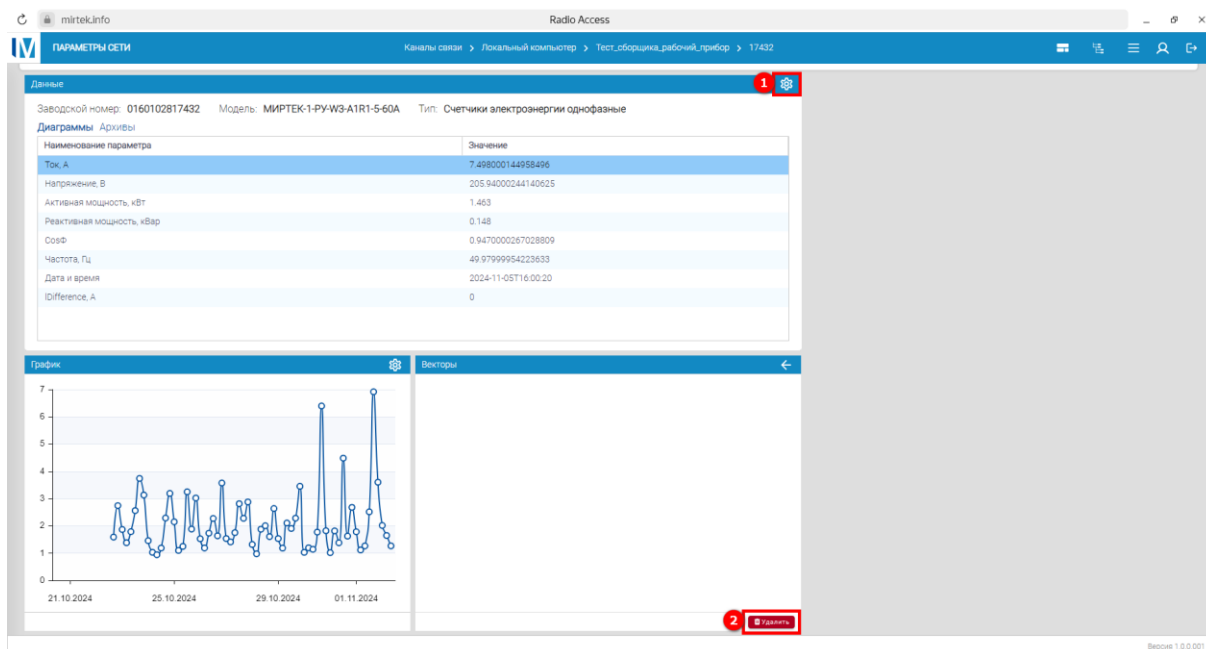
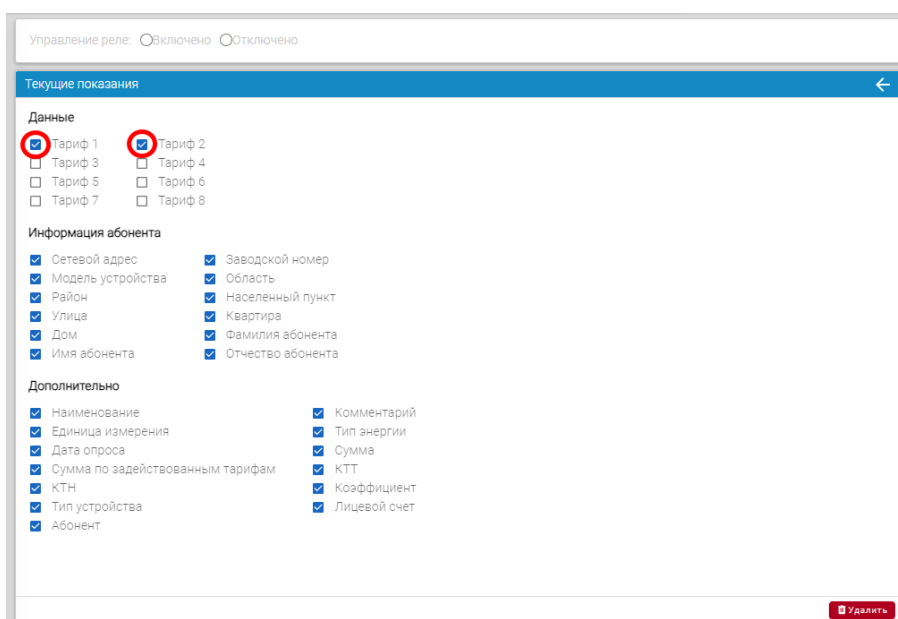

Рисунок 32 – Удаление информационных таблиц
Рисунок 33 – Отображаемая информация в таблице вкладки
Для внесения изменений в настройки информационных таблиц (например, выбрать необходимые для отображения данные) или их удаления необходимо в правом верхнем углу нажать кнопку  (1) (см. рисунок 32). В открывшейся форме для изменений настроек внести значения в соответствующие поля (см. рисунок 33). Для удаления информационной таблицы нажать кнопку **Удалить** (2).